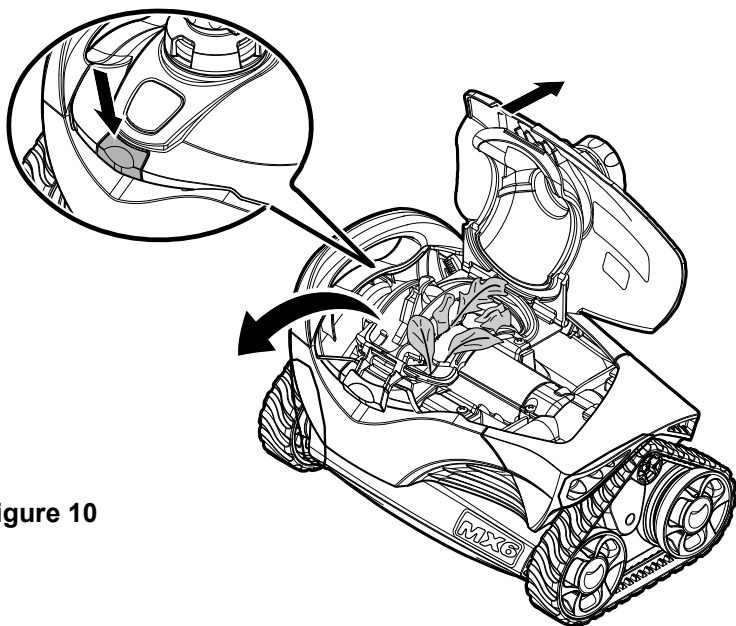

Figure 10
2. Ouvrir le couvercle du nettoyeur jusqu'à ce qu'il s'immobilise en position verticale (Figure 10).
3. Inspecter l'intérieur du moteur et retirer les feuilles ou les débris éventuels (Figure 10).